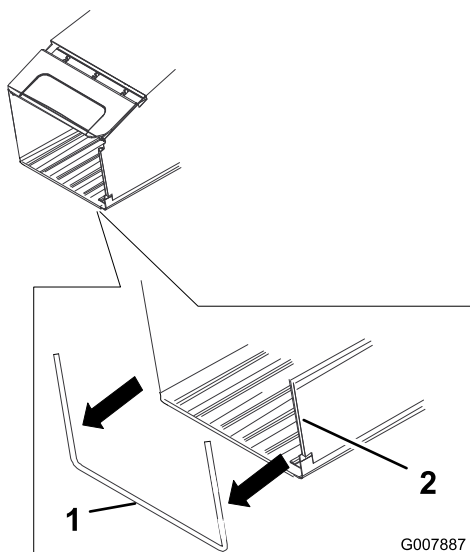

Figure 6
1. Fixez les deux panneaux latéraux du bac à herbe au cadre du bac à herbe comme illustré à la Figure 6.